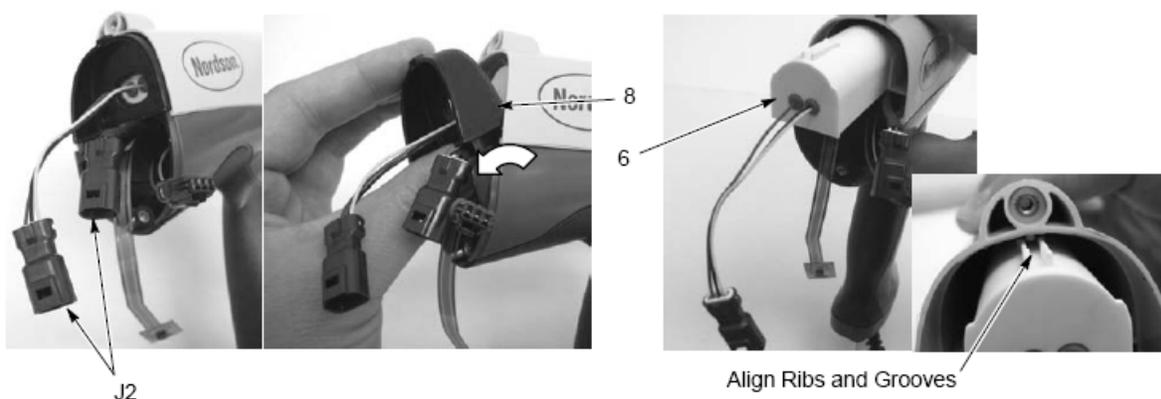

图 5-2 更换电源
2. 如图 5-2 所示。将小型螺丝刀插入 J2 喷枪电缆/电源接头的凹口处，松开夹子断开接头。
4. 使电源 (6) 滑出枪体，将电源接线和接头从端盖上拔下。
12. 如图 5-2 所示。若已拆除电源，则可使枪身内导向挡边对准电源配对槽，使其滑入枪身上侧腔体内即可。